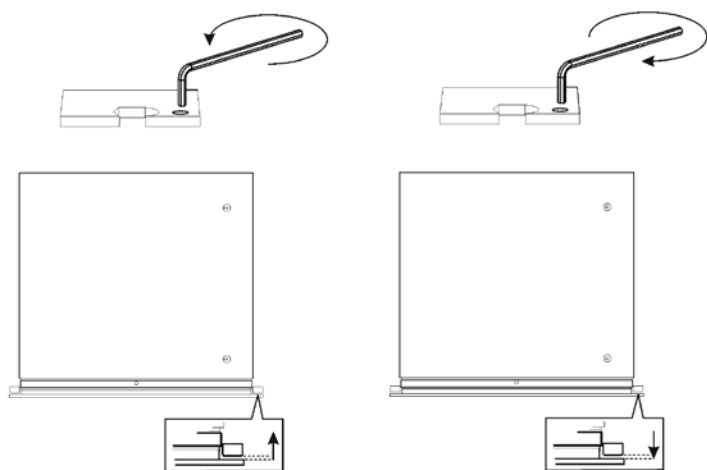

Рис. 5
- Используя ключ-шестигранник 5 мм отрегулируйте механизм закрытия ящика. Поворотом по часовой стрелке ящик смещается вперёд, против часовой стрелки – назад. (Рис. 5)